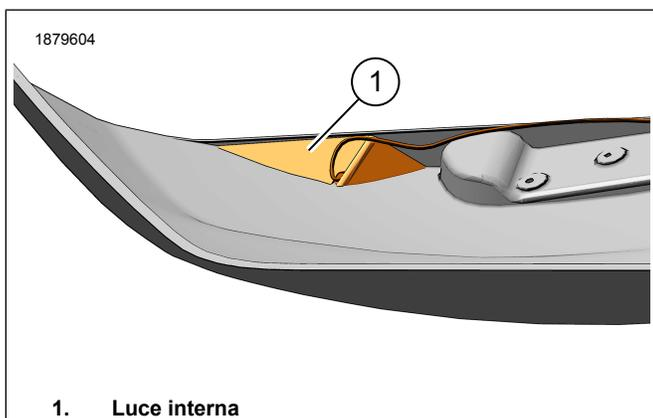

Figura 6. Luce interna della borsa laterale, sinistra
7. Figura 6 Provare il montaggio e installare la luce interna (1).